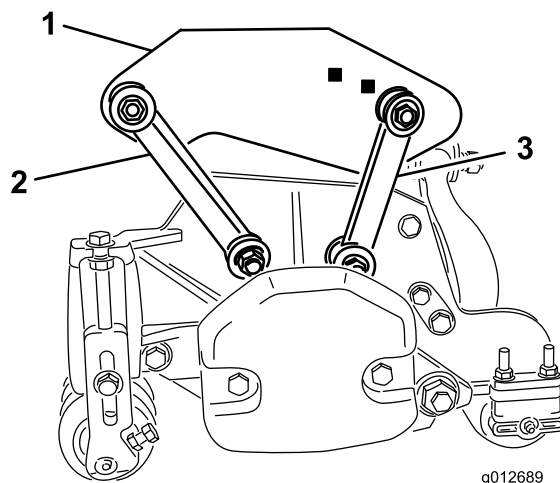

Figure 19
- Fixez les biellettes de montage avant dans les trous du bâti porteur au moyen d'un boulon ($\frac{3}{8}$ x $2\frac{1}{4}$ po), de 2 rondelles plates et d'un contre-écrou, comme montré à la Figure 19. Placez une rondelle de chaque côté de la biellette lors du montage. Serrez les fixations à 42 N m.
- Fixez les biellettes de montage arrière dans les trous du bâti porteur arrière au moyen d'un boulon ($\frac{3}{8}$ x $2\frac{1}{4}$ po), de 2 rondelles plates et d'un contre-écrou, comme montré à la Figure 19. Placez une rondelle de chaque côté de la biellette lors du montage. Serrez les fixations à 42 N m.